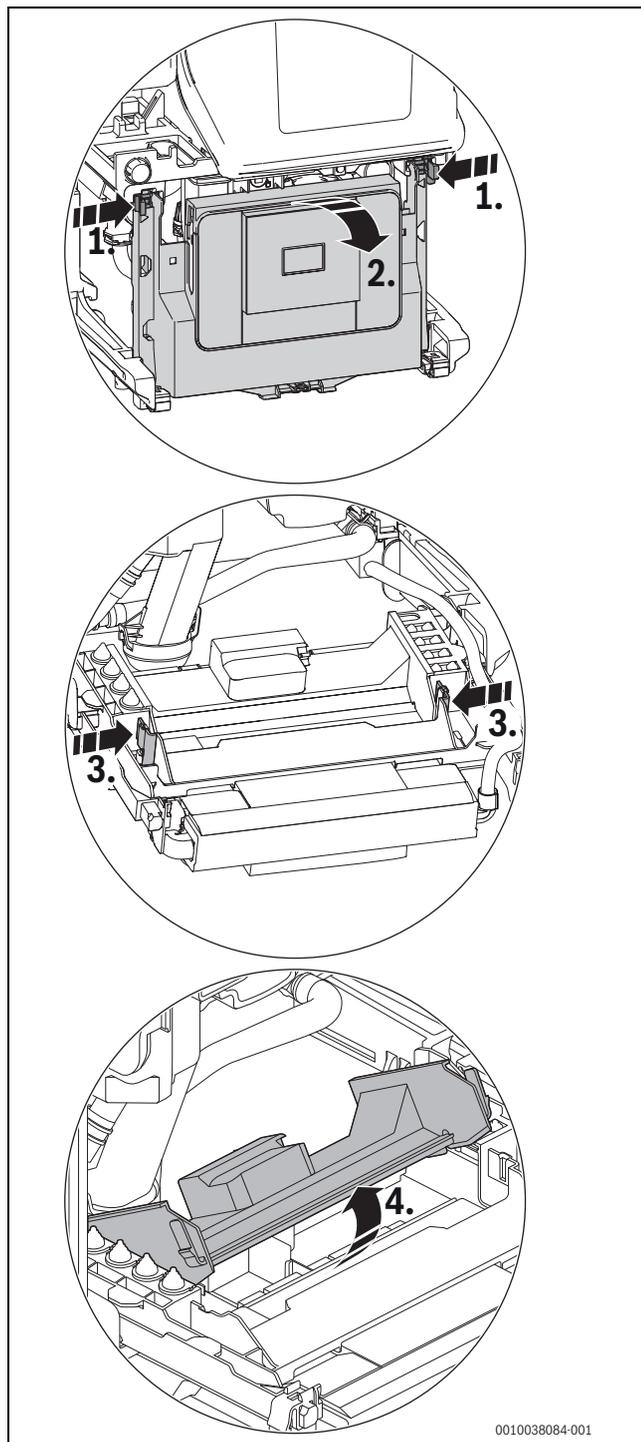

Fig. 70 Ouvrir le cache
- ▶ Rabattre l'appareil de commande (→ Figure 70, page 38).